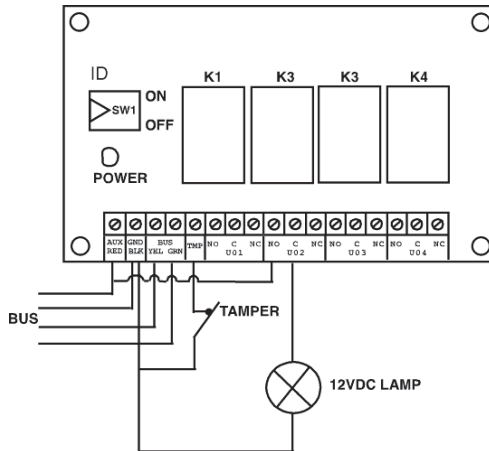

Figura 3-4: Modulo espansione Uscite a 4 Relè (Es. di cablaggio del modulo UO4)
- a. U04 – Relè (vedere Figura 2-8 e Figura 3-4)
8. Collegare i dispositivi alle Uscite di utilità (Relè da 12V —, 1A max. con contatti in scambio). Vedere Figura 2-8 e Figura 3-4.